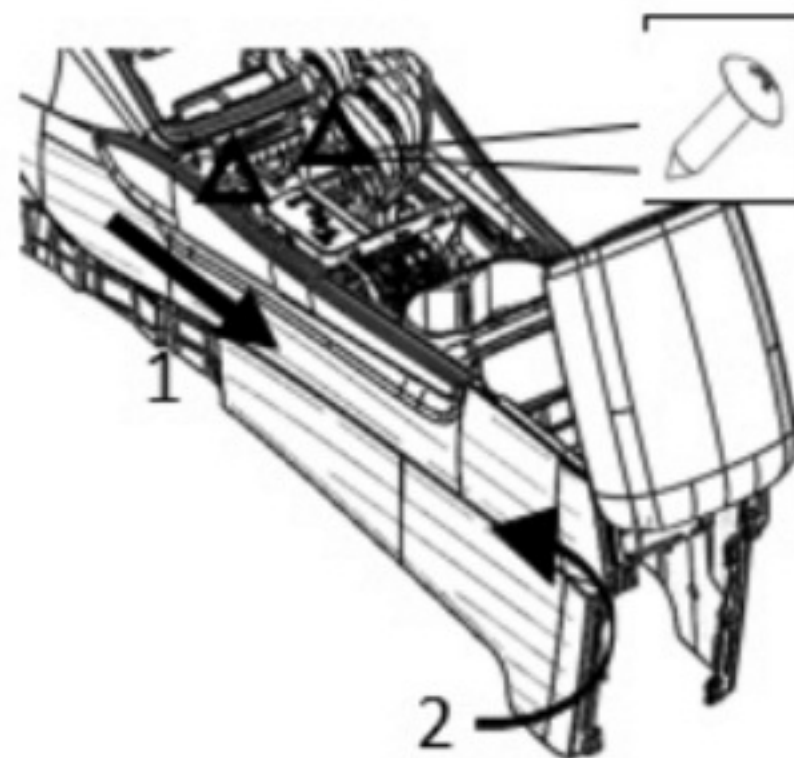

图 1-45 副仪表板本体拆卸示意
(4) 用十字螺丝刀松开图 1-45 示的 2 个螺钉（Q2734216F31A），后沿图示箭头 1 方向把副仪表板退出，让后沿图示箭头 2 方向旋转，绕过换挡机构即可取出副仪表，完成拆卸。